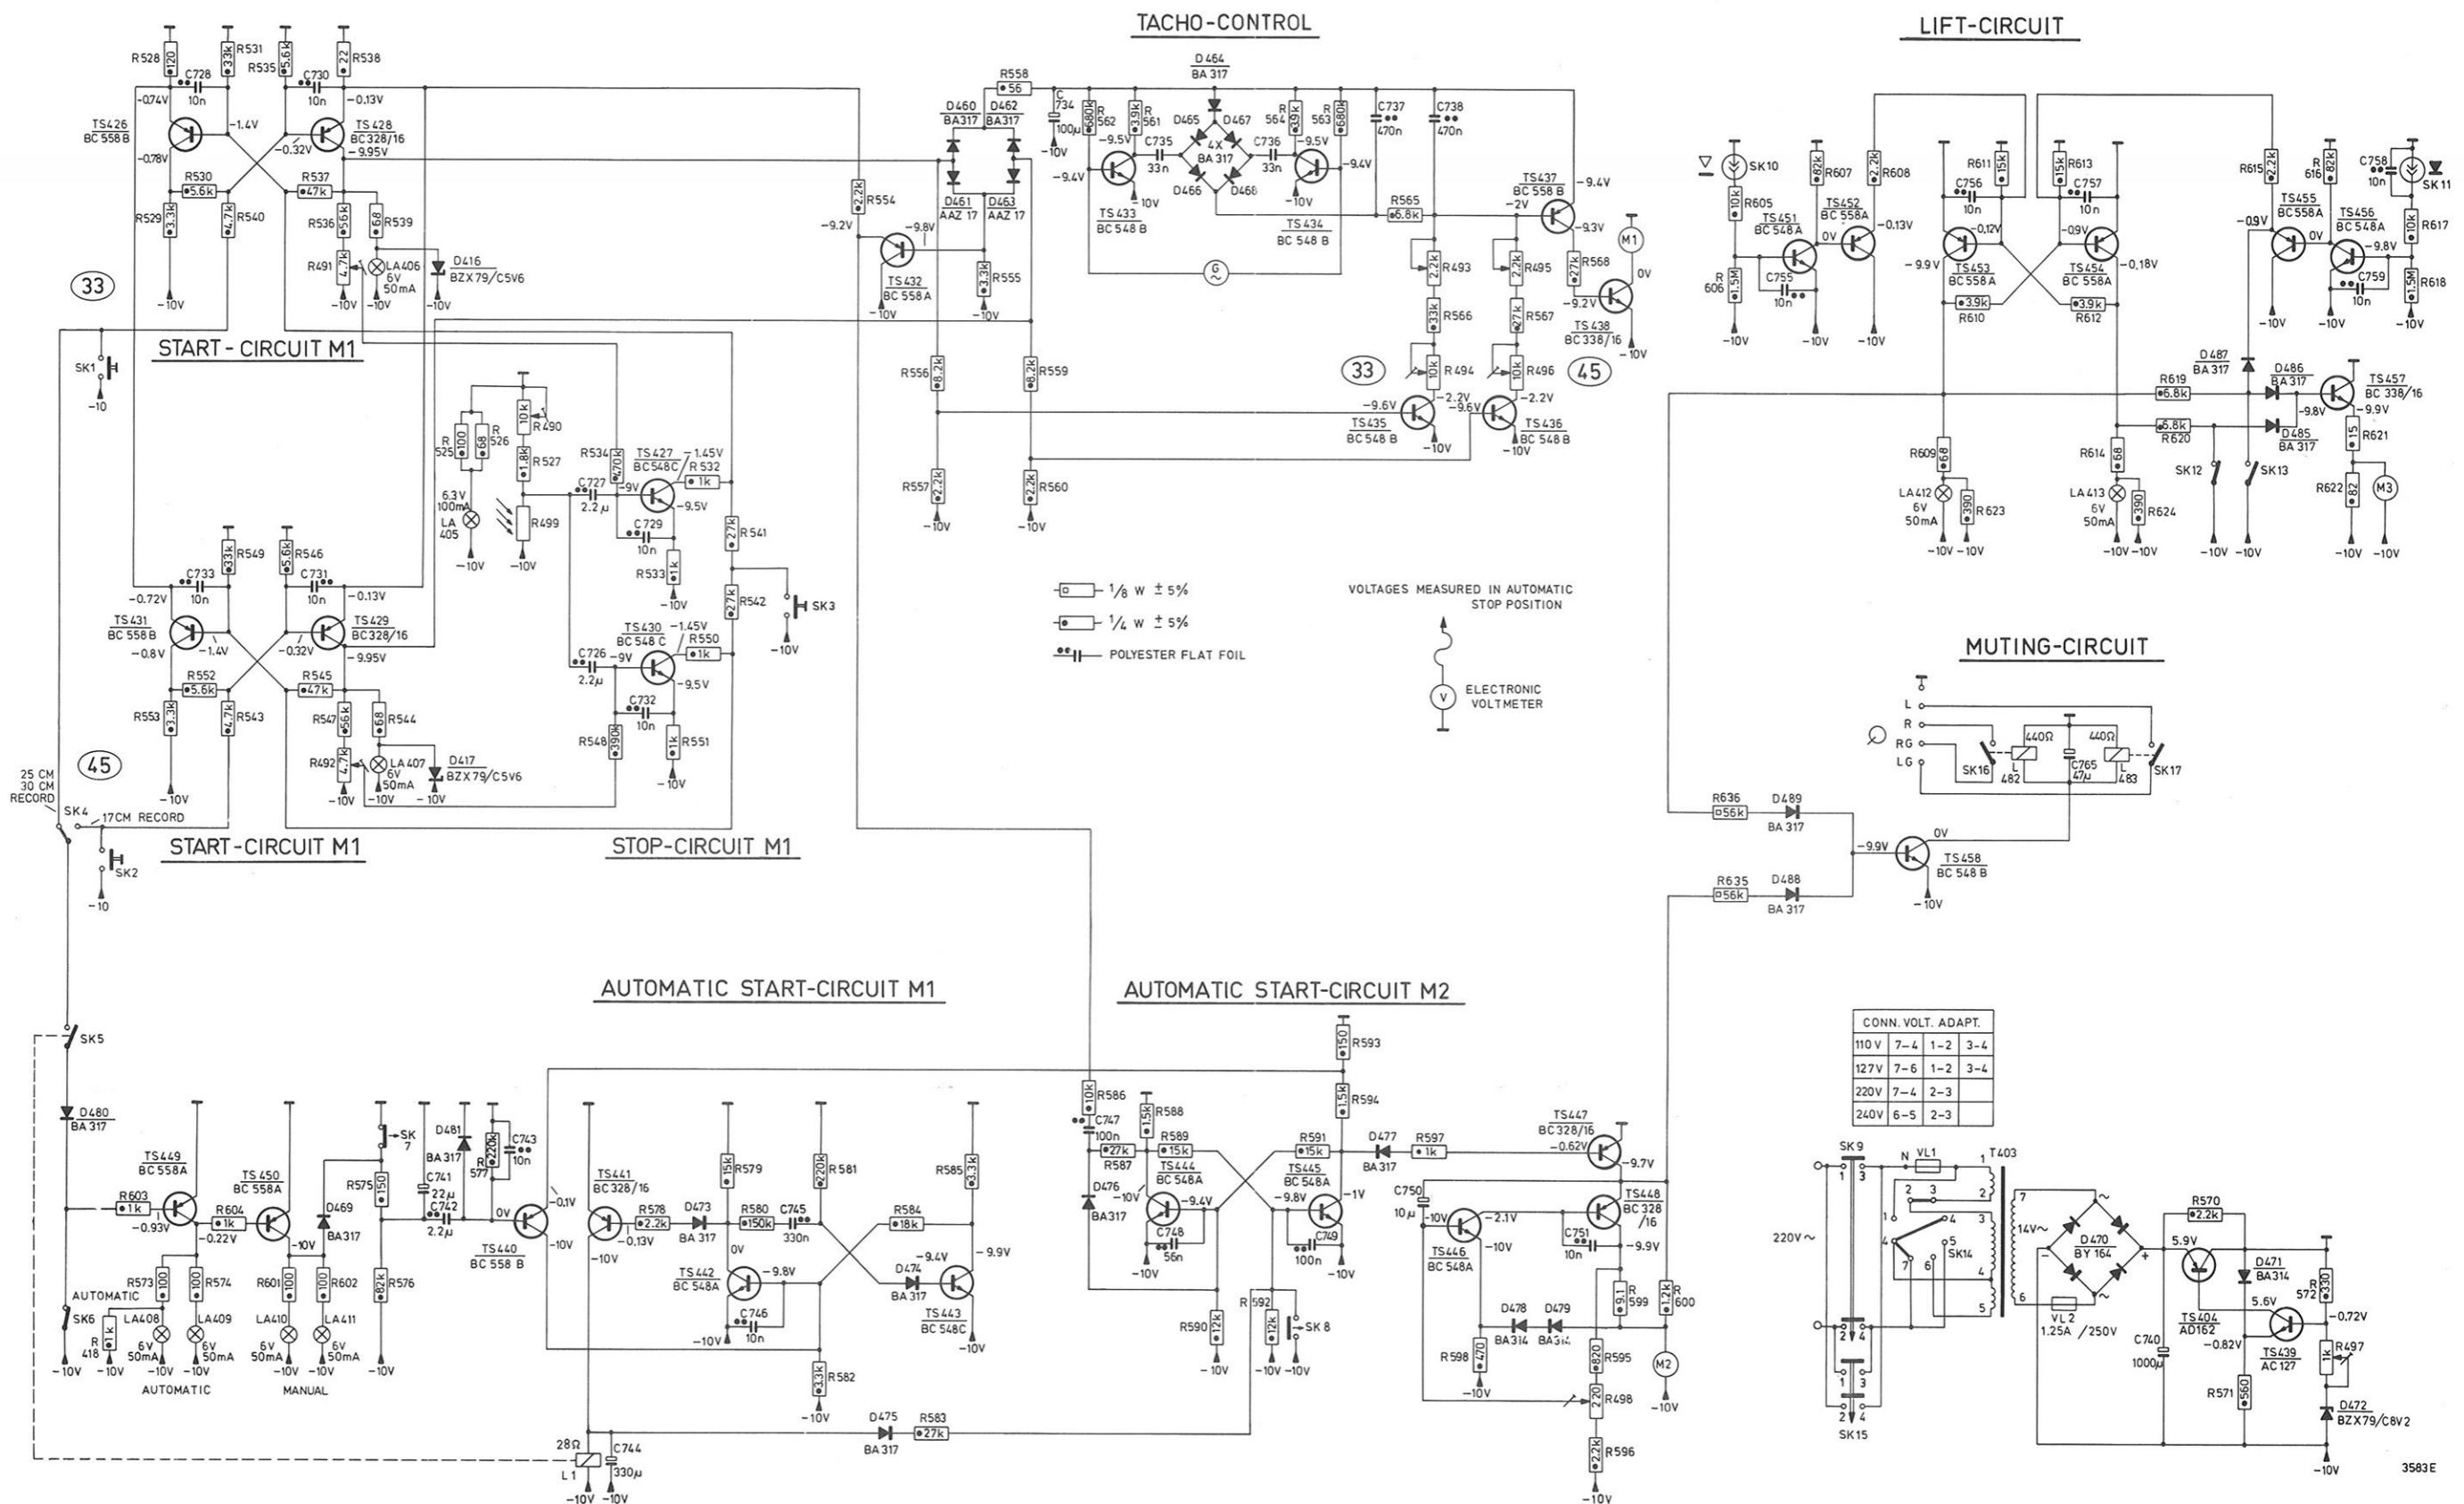

Fig. 18
Las tensiones mencionadas en el esquema de principio (Fig. 18) son medidas en la posición "Automatic Stop", o sea, el interruptor de red SK9 (152) cerrado y SK6 (205) cerrado (tapa corrediza cerrada). Estas tensiones son mencionadas una vez más en forma de tabla. En esta tabla son dado también las tensiones pertenecientes a otras posiciones de funcionamiento.
De spanningen in het principeschema (Fig. 18) zijn gemeten in "Automatic Stop" stand d.w.z. netschakelaar SK9 (152) in en SK6 (205) gesloten (schuifje 158 dicht). Deze spanningen zijn in een tabel nogmaals weergegeven met boven dien de spanningen in andere bedrijfsstanden.
Die Spannungen im Prinzipschaltbild (Abb. 18) sind in Stellung "Automatic Stop" gemessen, d.h. Netzschatzer SK9 (152) ein und SK6 (205) geschlossen (Schieber 158 dicht). Diese Spannungen sind in einer Tabelle nochmals wiedergegeben. Außerdem sind aus dieser Tabelle die Spannungen in anderen Betriebsstellungen ersichtlich.